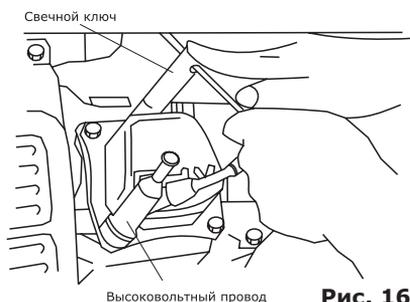
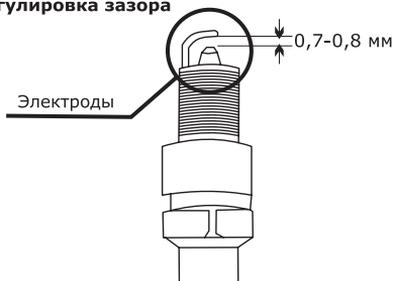

Рис. 16
Рис. 17
- Выверните свечным шестигранным ключом, входящим в комплект поставки (рис. 16), и осмотрите свечу (рис. 17). Электроды свечи должны иметь светло-коричневый цвет.
- Проверьте величину зазора между заземляющим и центральным электродами, используя специальный щуп. При необходимости установите зазор 0,76 мм (рис. 17).